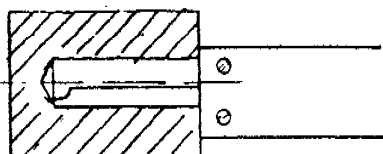

Figura 12
- c. Verifique la profundidad del agujero con un calibrador con reglilla para la profundidad (Figura 12).